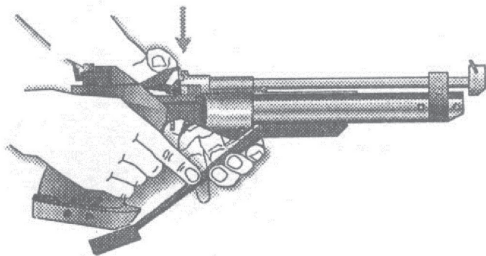

Рисунок 8
- повернуть крышку в исходное положение до ее фиксации (рисунок 8).